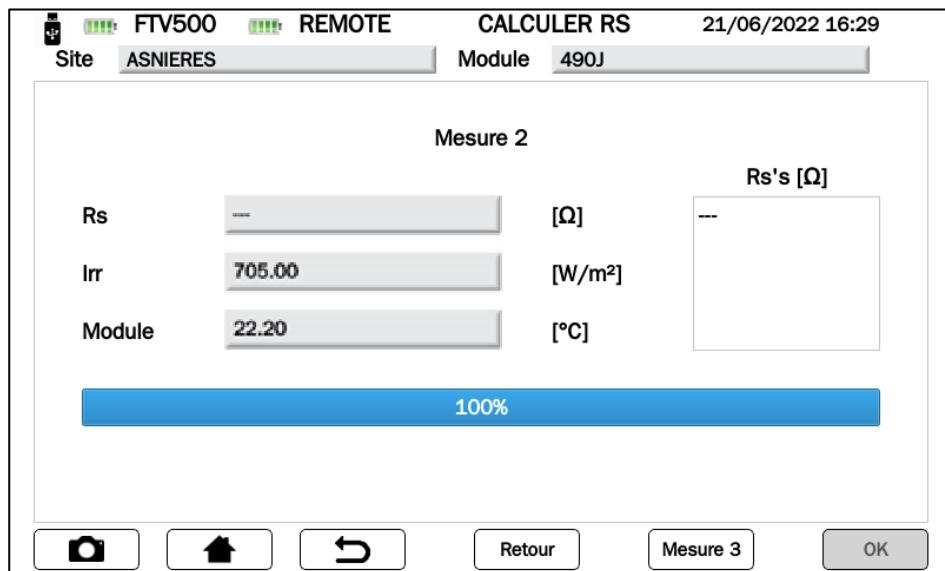

Figure 14.7.3-17 Mesure RS "---
- Si la mesure Rs (voir Figure 14.7.3-16) ne s'affiche pas, vérifier :